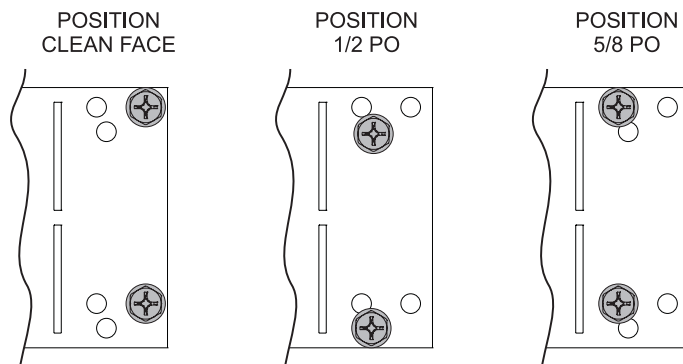

Figure 13
3. Repérer les brides de clouage dans l'enveloppe d'installation et les fixer aux côtés du foyer avec deux vis hexagonales n° 10-32 x 1/2. Les brides ont trois positions pour convenir au panneau mural qui est installé sur la façade de l'appareil (Clean Face) ou affleurant avec la façade de l'appareil avec une paroi de 1/2 ou 5/8 po. **Voir figure 13.**